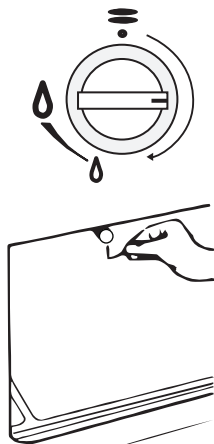
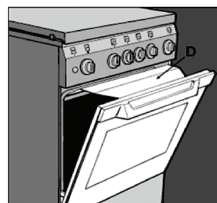

Рис. 7
Рис. 8
Чтобы зажечь горелку, откройте дверцу духовки, нажмите на ручку крана горелки духовки и поверните её по часовой стрелке в положение максимум (рис.2). Одновременно с этим поднесите зажженную спичку к горелке (рис.7). После того, как горелка зажжется, отпустите ручку крана и убедитесь, что пламя не погасло. Если горелка погасла, установите ручку в положение «Закрыто» и, подождя примерно 1 минуту, откройте дверцу и повторите зажигание. Установите ручку крана горелки гриля на нужный режим и установите дефлектор (рис. 8).
1. Поместите пищу на вертел (2) и закрепите с помощью зубцов (3).
2. Вставьте решетку вертела (4) в духовку.
3. Вставьте наконечник вертела в шпindel, который находится в задней части духовки, а втулку (6) в решетку вертела.
4. Установите противень (7), чтобы сок стекал на него.
5. Поверните ручку крана верхней конфорки (гриль) на панели управления против часовой стрелки и поднесите зажженную спичку к верхней конфорке духовки (рис.7).